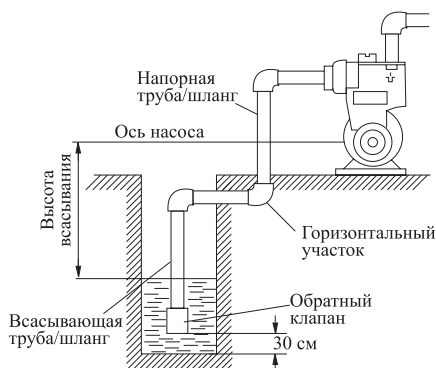

рис. 2
4. Присоедините к входному отверстию всасывающую трубу (шланг) и опустите её в воду, как показано на рис.2.
Внимание! Для оптимальной работы станции на всасывающую трубу необходимо установить обратный клапан (не входит в комплект поставки) (рис.2).
На всасывающую магистраль необходимо установить обратный клапан, для надежного запуска насоса, и сетчатый фильтр грубой очистки воды, для предотвращения засорения проточной части (соединительные штуцера, хомуты и фильтр в комплект поставки не входят). Обратный клапан и фильтр устанавливаются на входе во всасывающую магистраль (рис.2).